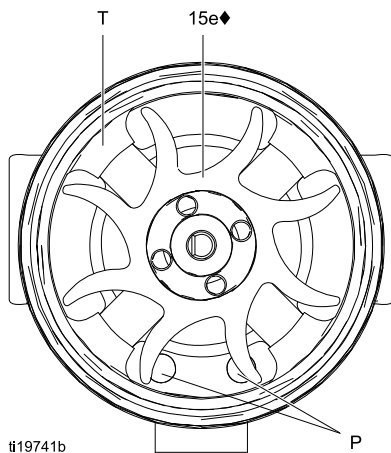
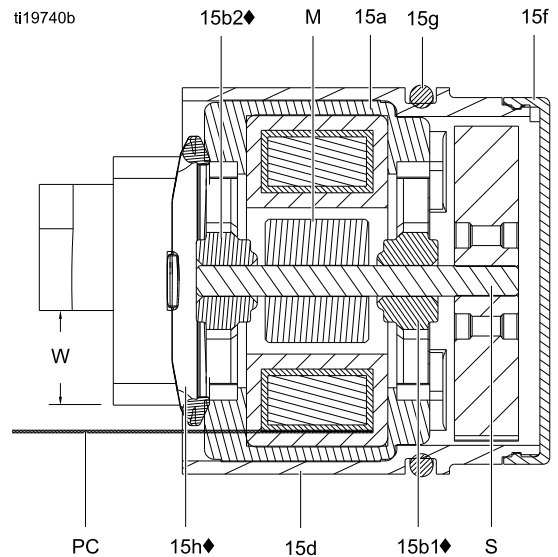

Figure 34 风扇方向
Figure 35 交流发电机横截面
- 将线圈组件 (15a) 固定在工作台上，使风扇端朝上。将风扇 (15e◆) 按压在转轴 (S) 较长端上。风扇叶片必须按照说明进行定向。
- 小心地将线圈组件 (15a) 压入外壳 (15d◆) 前端。3 线连接器 (PC) 必须位于外壳护耳宽槽孔 (W) 下方，如图 35 所示。确保线圈定位销 (P) 按照图 34 进行定位。
- 旋转风扇 (15e)，使扇叶清洁外壳背部的四个轴承止动舌 (T)。确保底部轴承 (15b1◆) 与止动舌对准。